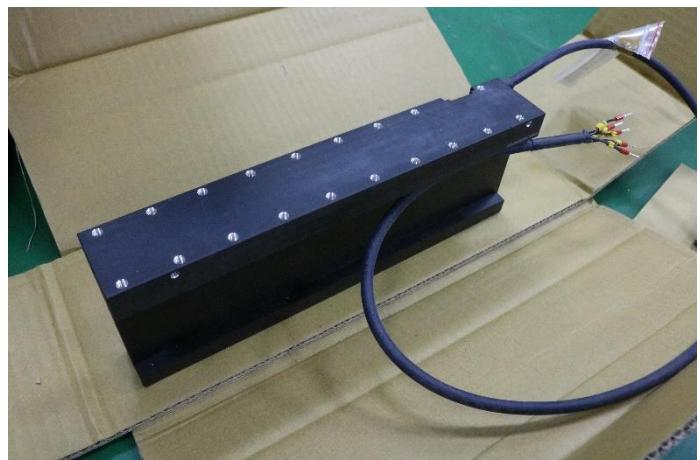

図4.1.2.1.2 コアレスフォーサーの梱包材
- (1) 清潔な布をアルコール(95%工業用アルコール)に浸し、取り付け面を清掃します。(図4.1.2.1.3参照)